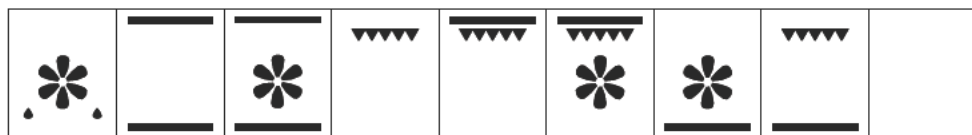

Fig. 5 : Mode de fonction du four
- En mode de veille, basculez entre les différentes fonctions en tournant le bouton de programmation [5] pour sélectionner la fonction. Reportez-vous à la Fig. 5 pour voir l'ordre des fonctions. (Pas de défilement en boucle, la fonction du four mémorisera la dernière sélection.)